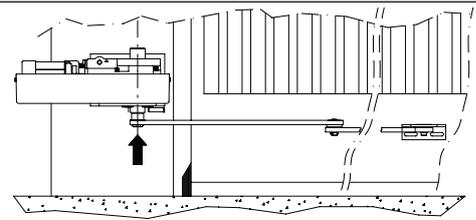

Рис. 8
9) РЕГУЛИРОВКА КОНЦЕВИКОВ (РИС.8)